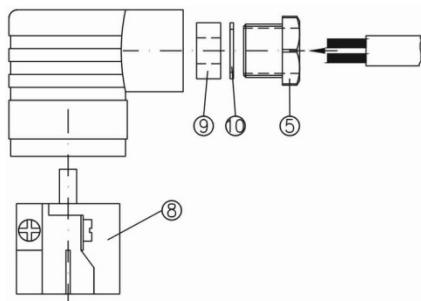

Abb. 10
- ↳ Führen Sie die Anschlussleitung durch die Kabelverschraubung ⑤, den Druckring ⑩ und den Gummieinsatz ⑨ in die Leitungsdose ein (→ Abb. 10).